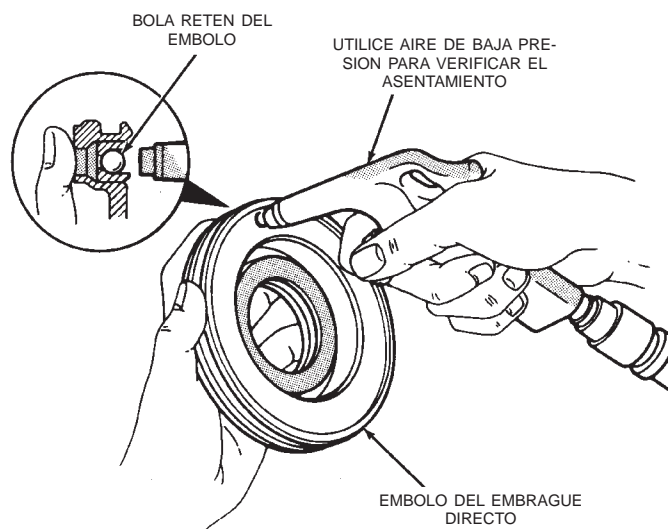

Fig. 234 Prueba del asentamiento de la bola retén del émbolo
(15) Verifique la bola retén del émbolo del embrague (Fig. 234). Sacuda el émbolo para ver si la bola se mueve libremente. Luego verifique el asentamiento de la bola. Para ello aplique aire comprimido de baja presión en la entrada de la bola como se indica. El aire no debería pasar más allá de la bola retén.